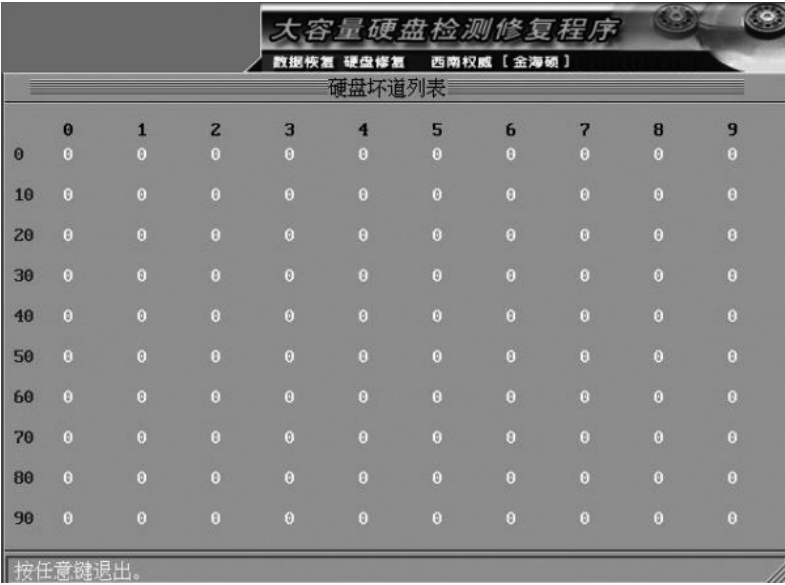

图 4-78 显示结果
(7) 检测完之后查看坏道列表，看看坏在哪些地方，图中虚拟机硬盘没坏，如图 4-78 所示。